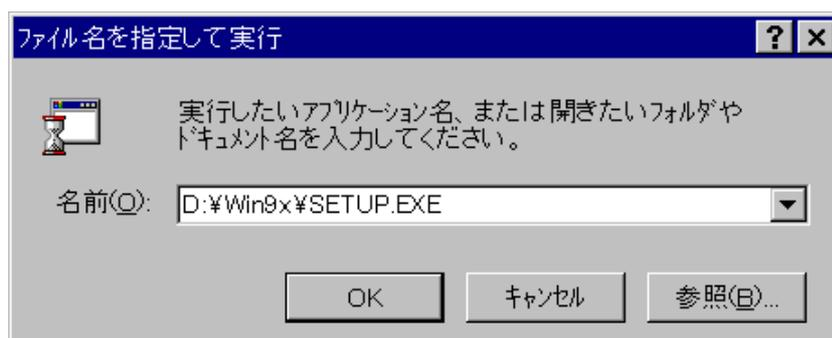

図 2-1
4. 図 2-1 に示すダイアログボックスが表示されますので、Windows95/98/Me 用インストーラ [SETUP.EXE] を指定します。CD-ROM ドライブが D の場合は下図のように指定します。